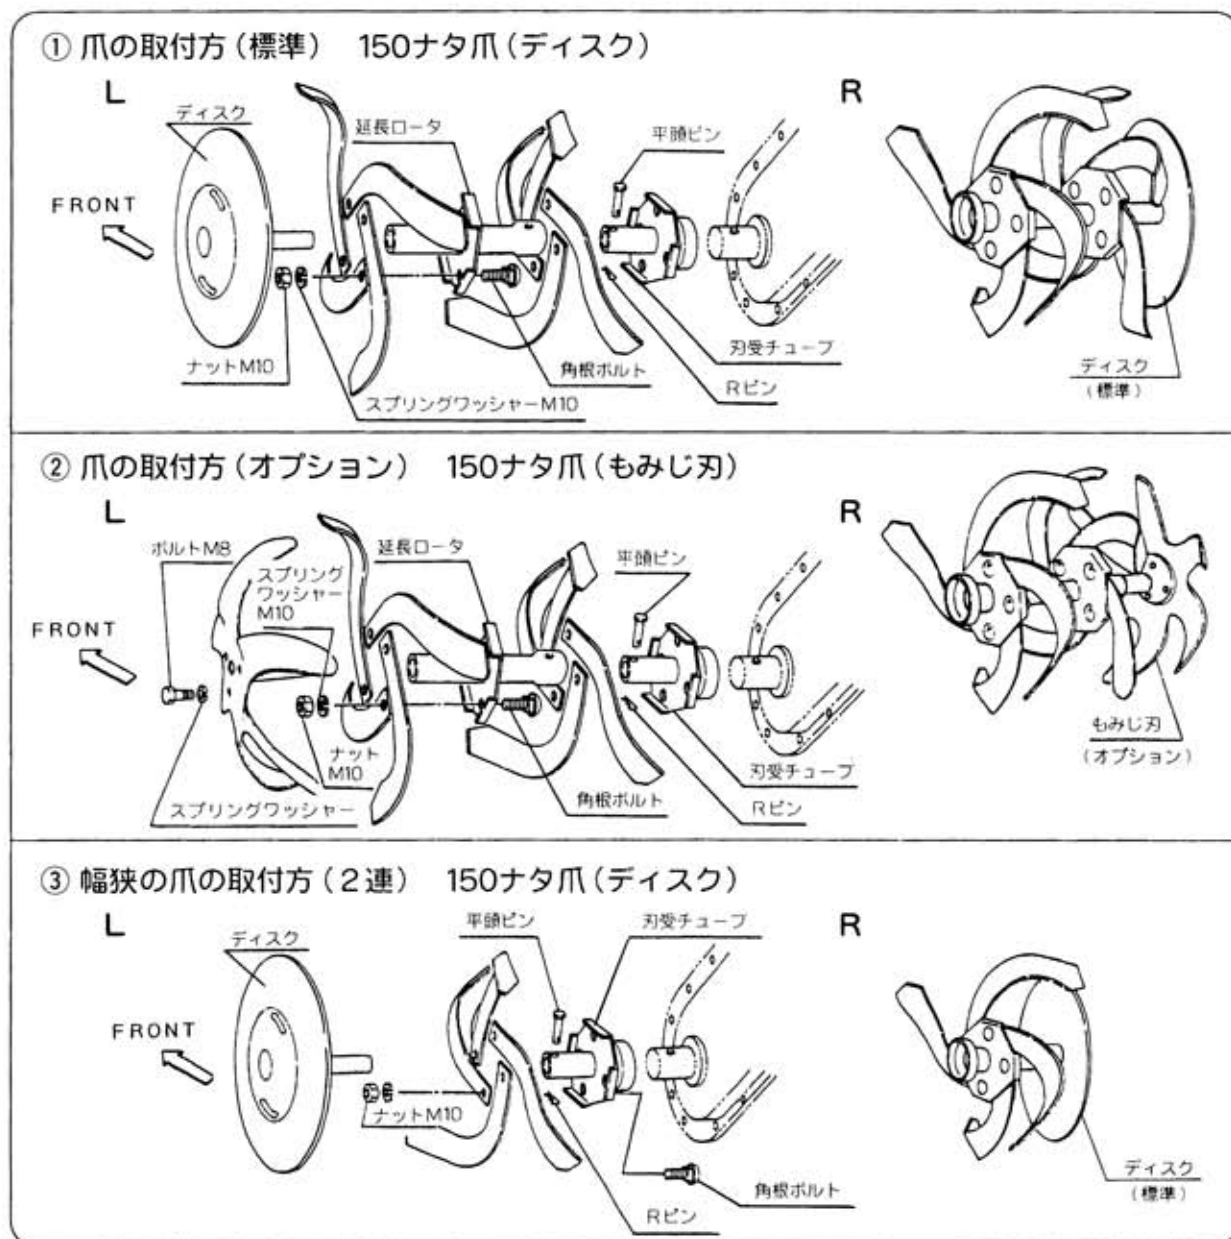

図2
- 爪は向きと回転方向を確認して、上図(図2-①、②)のように取付けください。
- 作業幅30cmのときには、上図(図2-③)のように取付けてください。